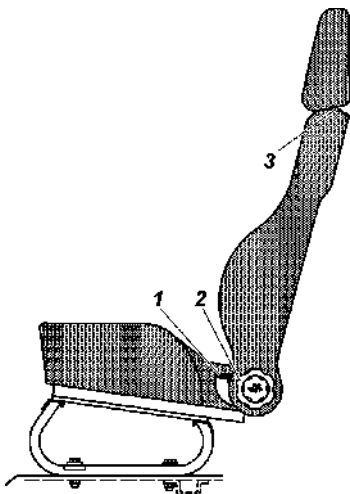

Рис. 3.11. Переднее сиденье:
- вниз также усилием руки, но при нажатой кнопке 3 (рис. 3.11) фиксатора подголовника.
Регулировка **передних сидений** в продольном направлении осуществляется с помощью рычага 1 (рис. 3.11):
Заднее трехместное сиденье (рис. 3.11) может быть разложено для организации спального места или сложено для увеличения объема грузового помещения.